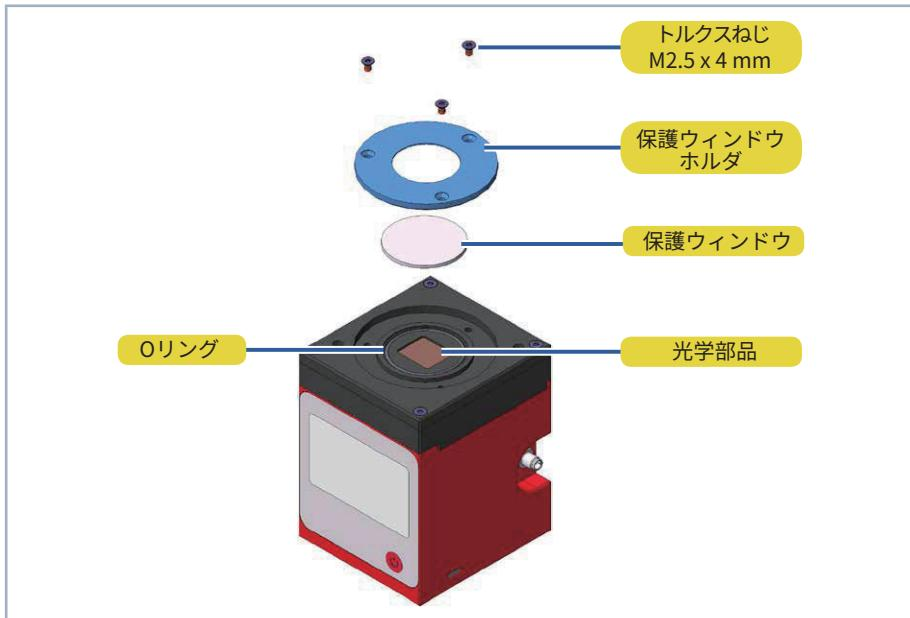

図 16.1 キューブMの保護ウィンドウ交換
3. 40ページの図16.1に示すようにデバイスを置き、保護ウィンドウホルダを慎重に上に取り外します。
6. 40ページの図16.1に従って保護ウィンドウホルダを配置します。